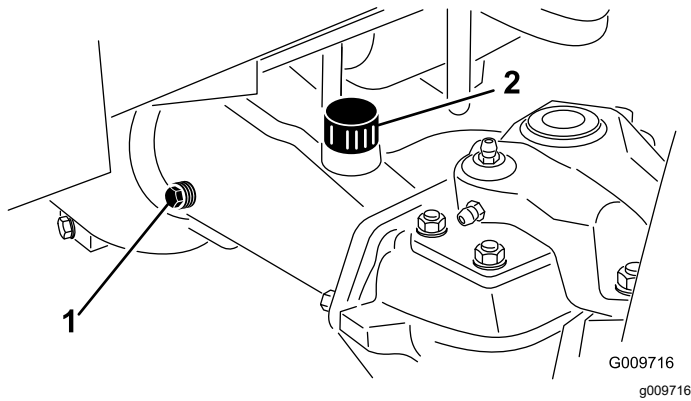

图 68
2. 从轴的 1 端取出检查塞图 68 确保油向上直至孔的底部。如果油位过低请取出加注塞图 68 添加足够的油直至油位达到检查塞孔的底部。